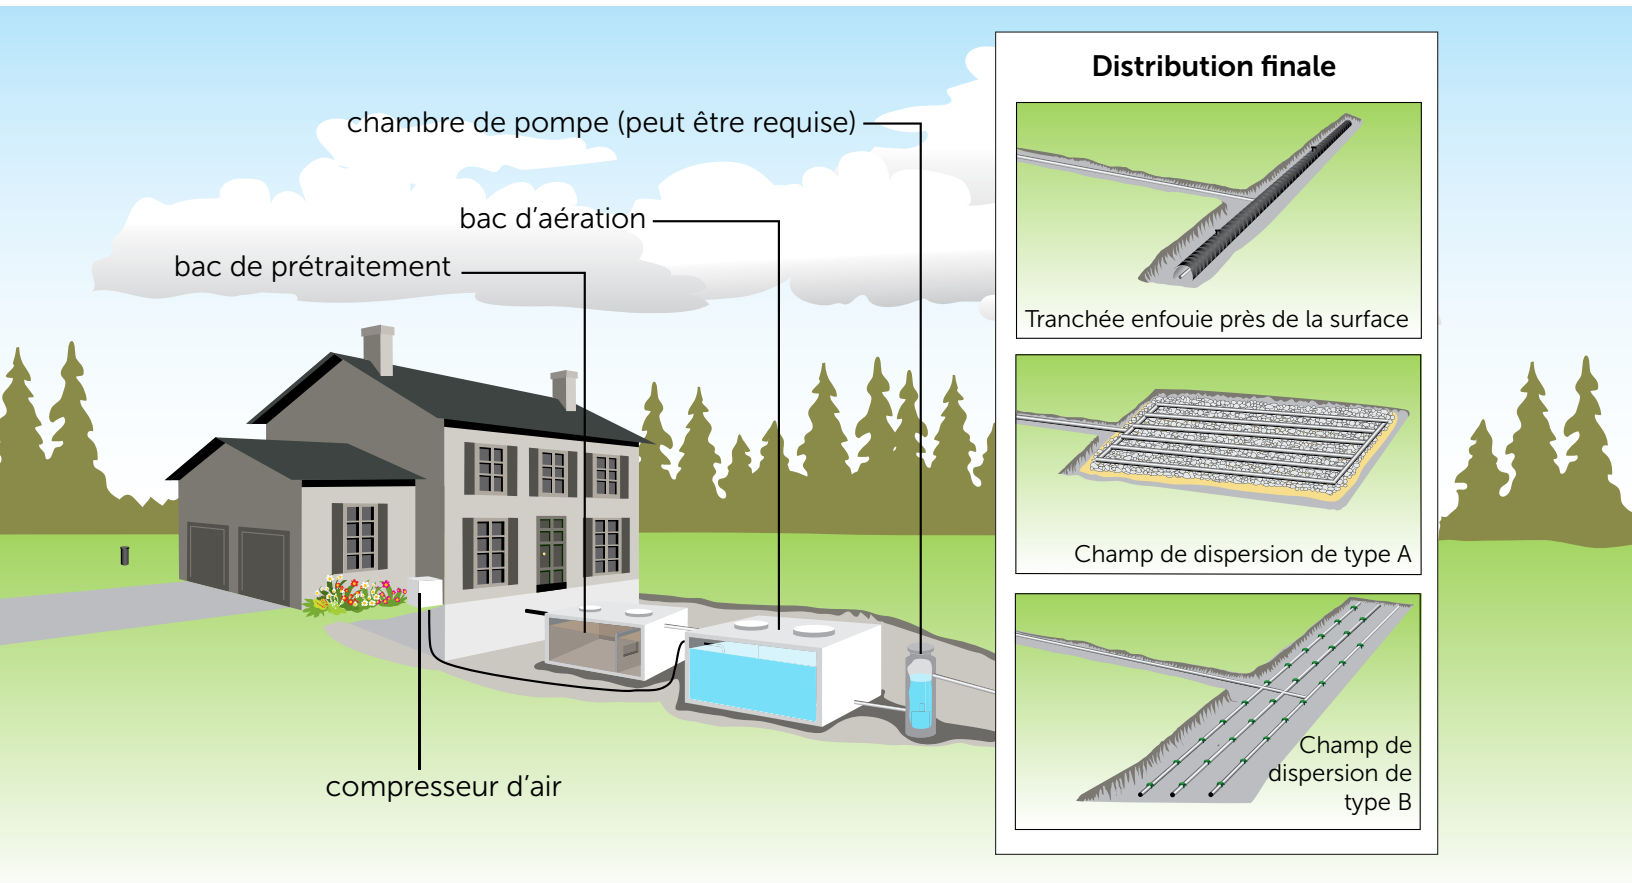

Figure 7. Les unités de traitement aérobies permettent de traiter l'effluent de niveau IV et d'avoir un système de distribution finale plus petit.
Les UTA traitent les eaux usées en injectant et en faisant circuler de l'air pour favoriser la croissance des bactéries qui ont besoin d'oxygène (Figure 7). Ces bactéries décomposent les matières organiques, réduisent le nombre de pathogènes et transforment les éléments nutritifs (comme de l'ammoniac en nitrate) pour produire un effluent plus propre.
- Elles peuvent utiliser une tranchée enfouie près de la surface, un champ de dispersion de type A ou un champ de dispersion de type B pour la distribution finale et le traitement, ce qui nécessite moins d'espace (Figure 7).